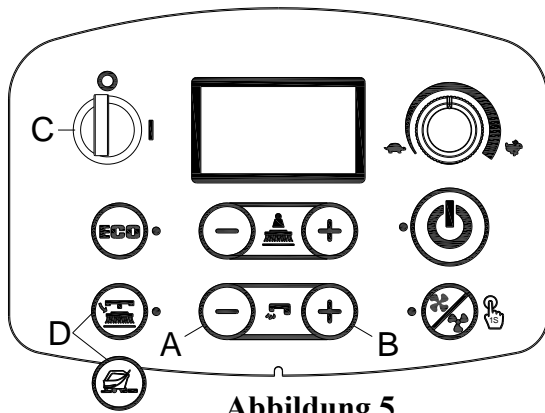
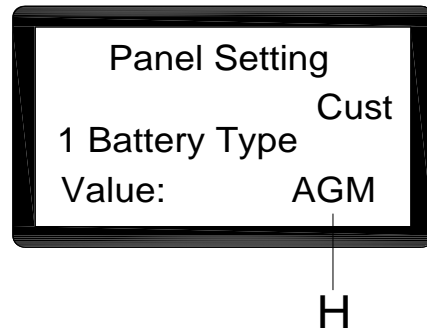

Abbildung 5
Abbildung 6
1. Drücken Sie die Wasserdurchflusstaste "+"(A, Abb. 5) und gleichzeitig "-" (B, Abb. 5).
2. Führen Sie den Zündschlüssel (C, Abb. 5) ein und drehen Sie ihn auf "I".
3. Gehen Sie einige Sekunden später zum Bildschirm des Akkuauswahlmodus (Abb. 6)
4. Drücken Sie die Wasserdurchflusstaste "-" (A, Abb. 5) und gleichzeitig "+" (B, Abb. 5), um den Akkuauswahlmodus (H, Abb. 6)
5. Drücken Sie die Entriegelungstaste für die Scheibenversion oder die Bodenvorbereitungstaste für die Orbitalversion (D, Abb. 5), Die Anzeige "Update OK" nach 3 Sekunden bedeutet, dass die Einstellung erfolgreich war, schalten Sie zum Start ein. (C, Abb. 5)